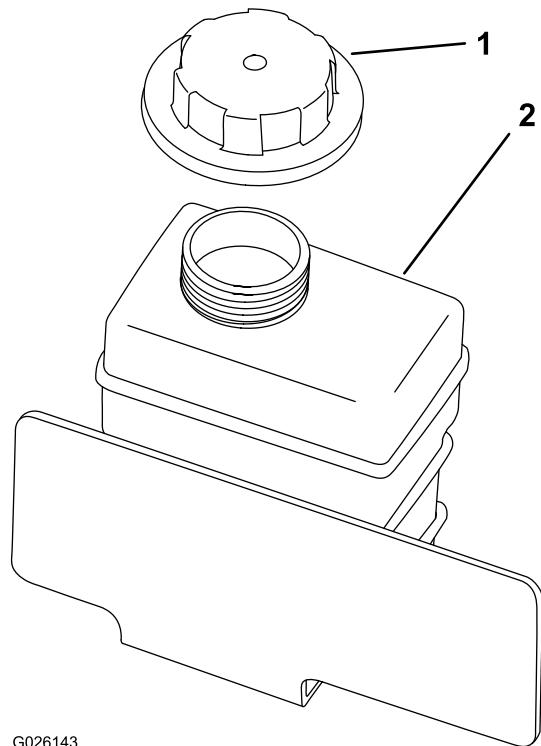

Figura 56
- Llene lentamente el depósito auxiliar de refrigerante hasta que el nivel llegue al borde inferior del cuello de llenado (Figura 56).
9. Instale el tapón del depósito auxiliar (Figura 56).